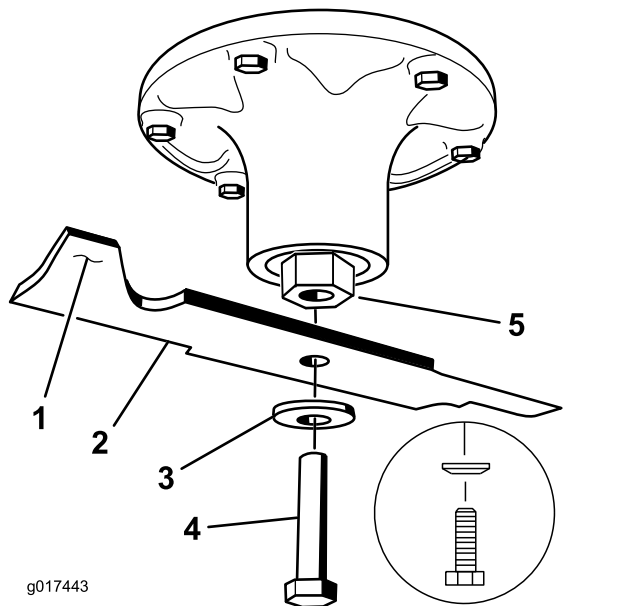
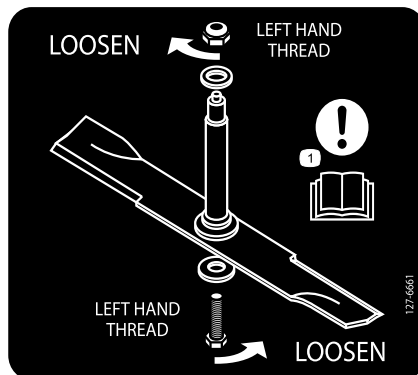

Figura 109
Figura 110
2. Retire del eje el perno de las cuchillas izquierda y central, la arandela curva y la cuchilla (Figura 109).
3. Retire del eje el perno de la cuchilla derecha (perno con rosca a izquierdas), la arandela curva y la cuchilla (Figura 110).
Nota: Registre el tipo y el lugar de instalación de cada cuchilla. Consulte en Figura 110 las posiciones correctas.
2. Instale la cuchilla derecha, la arandela curva y el perno de la cuchilla (perno con rosca a izquierdas) en el eje (Figura 109 y Figura 110).
3. Apriete los pernos de las cuchillas a 115–150 N·m (85 a 110 pies-libra); consulte Figura 110.
Importante: La cuchilla derecha de esta carcasa de corte es contrarrotativa e incorpora un perno con rosca a izquierdas. Consulte en Figura 110 la ubicación correcta de las cuchillas del cortacésped.
1. Instale las cuchillas izquierda y central, las arandelas curvas y los pernos de las cuchillas en los ejes (Figura 109 y Figura 110).
Nota: Asegúrese de que el cono de la arandela curva esté orientado hacia la cabeza del perno (Figura 109).